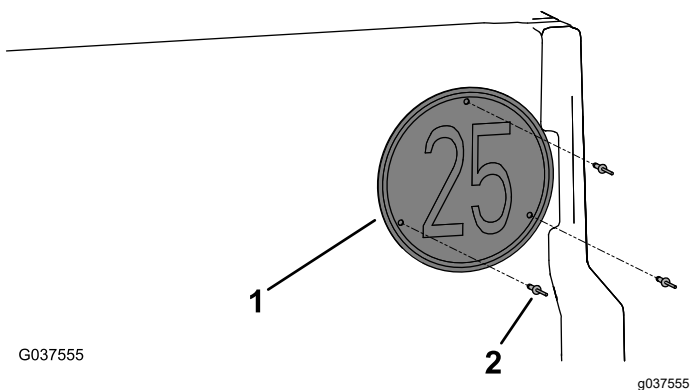

Figura 14
4. Instale a placa de velocidade na porta traseira utilizando três rebites cegos (3/16 x 15/16 pol.) como se mostra na Figura 14.